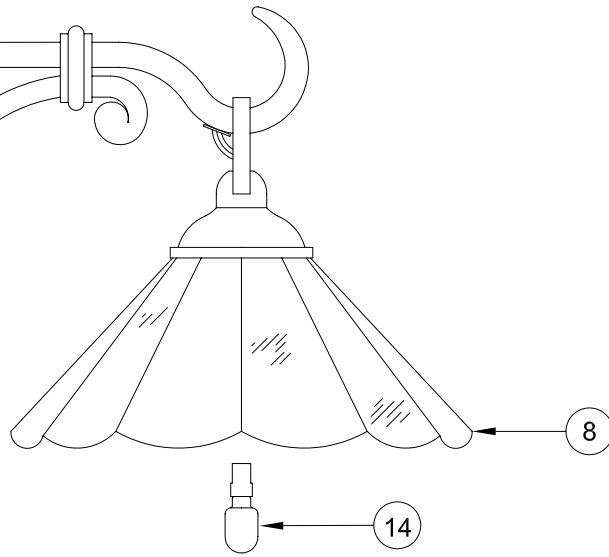

FIG. 2
- 4.- Connect Fixture Wire (9) to selected 10 or 12 Ga. Cable (10) with the Wire Connector Assembly (7) provided with fixture. (Fig. 2)
- 5.- Press 10 Ga. cable into slot marked 10 Ga. Press 12 Ga. cable into slot marked 12 Ga. Lay the 18 Ga. Wire into slot marked 18 Ga. (Fig. 2) **Caution:** Wires must lay flat in the slot.
- 6.- Assemble the Wire Connector (7) by aligning the Tab (11) of the contact half of the connector with the Notch (12) in the wired half of the connector. (Fig. 2)
- 7.- Compress the two halves by securely tightening the Thread Cutting Screw (13), forcing the contacts into the wires. (Fig. 2)
7.- Conecte el alambre del aparato de luz (9) al cable de 10 o 12 Ga seleccionado (10) usando el conector de alambres (7) provisto con el aparato de luz. (Fig. 2)
8.- Introduzca el cable de 10 Ga. en la ranura indicada 10 Ga. Introduzca el cable de 12 Ga. en la ranura indicada 12 Ga. Coloque el alambre de 18 Ga. en la ranura indicada 18 Ga. (Fig. 2) **Precaución:** Los alambres deben quedar planos en la ranura.
9.- Ensamble el conector de alambres (7) alineando la lengüeta (11) de la mitad del conector que hace conexiones con la muesca (12) en la mitad del conector que contiene alambres. (Fig. 2)
10.- Comprima las dos mitades ajustando firmemente el tornillo cortante (13), forzando los contactos en los alambres. (Fig. 2)
7.- Reliez le fil du dispositif d'éclairage (9) au câble sélectionné de 10 ou 12 Ga. (10) à l'aide du connecteur de fils (7) fourni avec le dispositif d'éclairage.
8.- Introduisez le câble de 10 Ga. dans la rainure indiquée 10 Ga. Introduisez le câble de 12 Ga. dans la rainure indiquée 12 Ga. Placez le fil de 18 Ga. dans la rainure indiquée 18 Ga. (Fig. 2) **Mise en Garde:** Les fils doivent reposer à plat dans la rainure.
9.- Assemblez le raccord (7) alignant la languette (11) de la moitié du raccord pour connexions avec le cran (12) dans la moitié du raccord munie de fils. (Fig. 2)
10.- Appuyez sur les deux moitiés en vissant à fond l'écrou de perçage (13), forçant que les contacts pénètrent les fils. (Fig. 2)